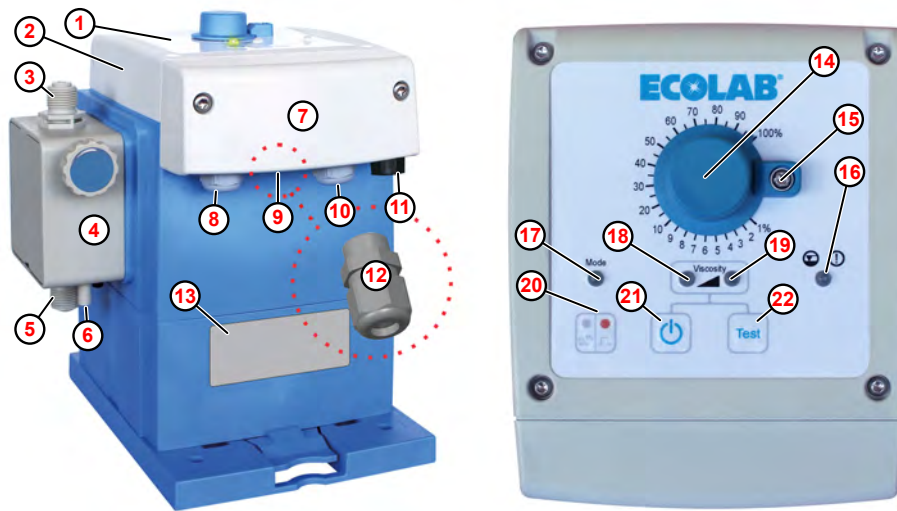

Fig. 1 : Construction et éléments de commande du système « EcoUp »
Pour le raccordement du câble de signal d'alarme, le pack d'accessoires de la pompe contient un presse-étoupe M12 x 1,5 ( Fig. 1 , ⑫ ) adapté.